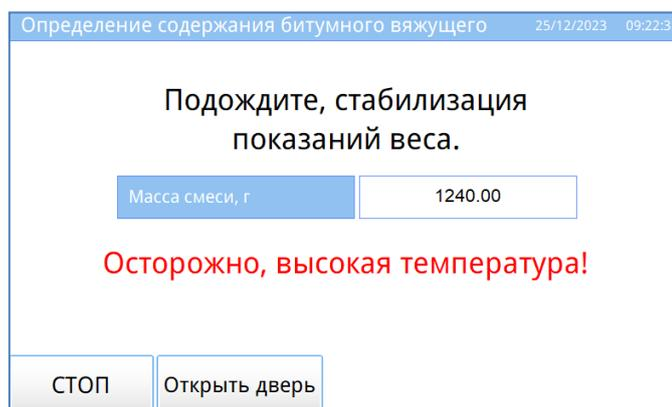
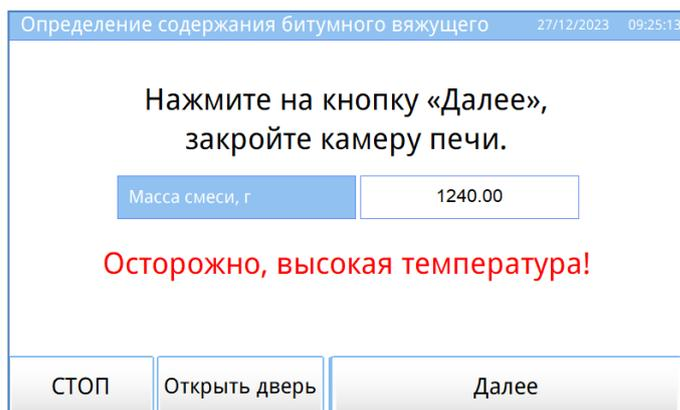

Рисунок 12 – Стабилизация показаний веса
Рисунок 13 – Подготовка к выжиганию
4.5.12 Появится сообщение «**Подождите, стабилизация показаний веса.**» (см. рисунок 12).
4.5.13 Через несколько секунд нажать на кнопку «**Далее**», закрыть дверь камеры печи (см. рисунок 13).
4.7.9 Появится сообщение «**Подождите, стабилизация показаний веса.**» (см. рисунок 12). Через несколько секунд закрыть дверь камеры печи и нажать на кнопку «**Далее**» (см. рисунок 13).